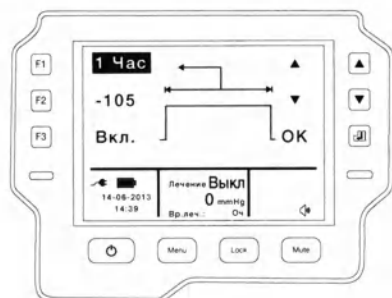

Рис. 17.
1. На передней панели аспиратора нажмите F3, чтобы выбрать <Продолжительное>, и войдите в настройки продолжительного лечения (рис. 17).
Рис. 17а.